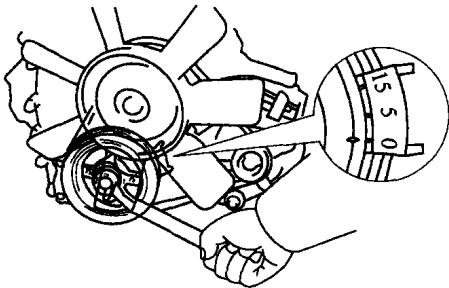
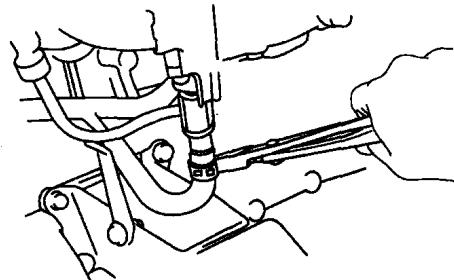

图1-5 对准正时链罩壳上标记O
图1-6 脱开1号冷却液旁通软管
(1) 拆下1号PCV软管，再拆下高压电线和火花塞。
(2) 转动曲轴带轮使其槽对准正时链罩壳上标记O，如图1-5所示，然后旋下9个螺栓和两个螺母，拆下气缸盖罩和垫片，再拆下半圆形螺塞和分电器。
(3) 旋下两个螺栓，拆下进气歧管的支承。
(4) 从歧管恒温器上脱开1号冷却液旁通软管，如图1-6所示。